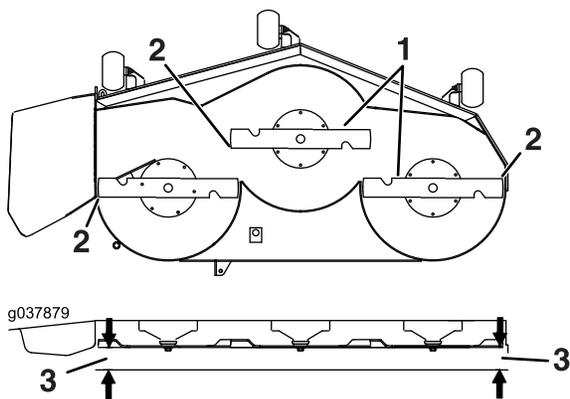

Рисунок 81
6. Измерьте расстояние от конца ножа до плоской поверхности (Рисунок 81). Если результаты обоих измерений отличаются более чем на 5 мм, отрегулируйте выравнивание по горизонтали; продолжайте выполнять эту процедуру.
14. Осторожно поверните ножи, чтобы расположить их в поперечном направлении (Рисунок 81).